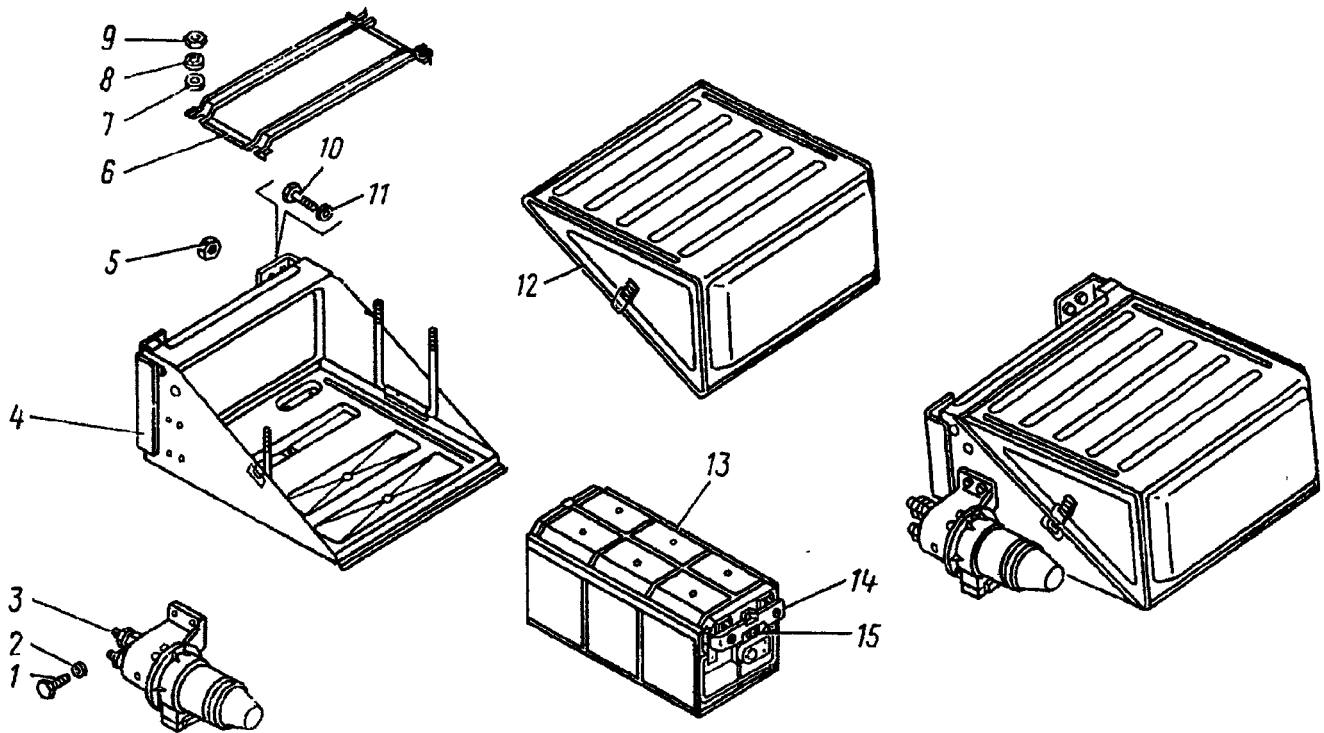

Рис. 72. Батареи аккумуляторные:
2. Откройте защелку крепления крышки 12 (рис. 72) ящика аккумуляторных батарей и снимите крышку	—